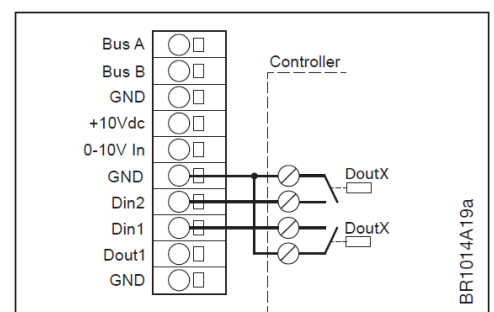

Fig. 3-18: Ingångskopplingar
- **DIN1:** Digital ingång för nollställning av felmeddelanden. Anslutning enl. fig. 3-18.